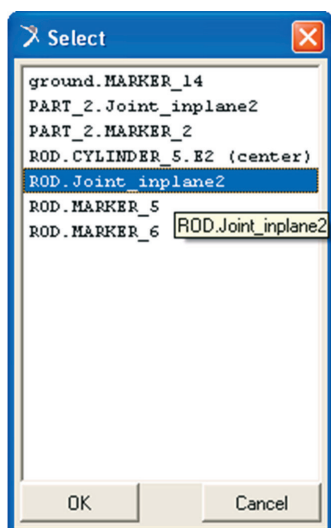

Figura 3.130- Selecionando o *marker Joint\_inplane2*.
- Selecione a localização para construção da junta, neste caso, o *marker Joint\_inplane2*. Para facilitar a seleção, aproxime o mouse da região onde foi construído o *marker* e clique com o botão direito do mouse. Uma caixa de diálogo *Select* (Figura 3.130) será aberta e, então, selecione o *marker* desejado.